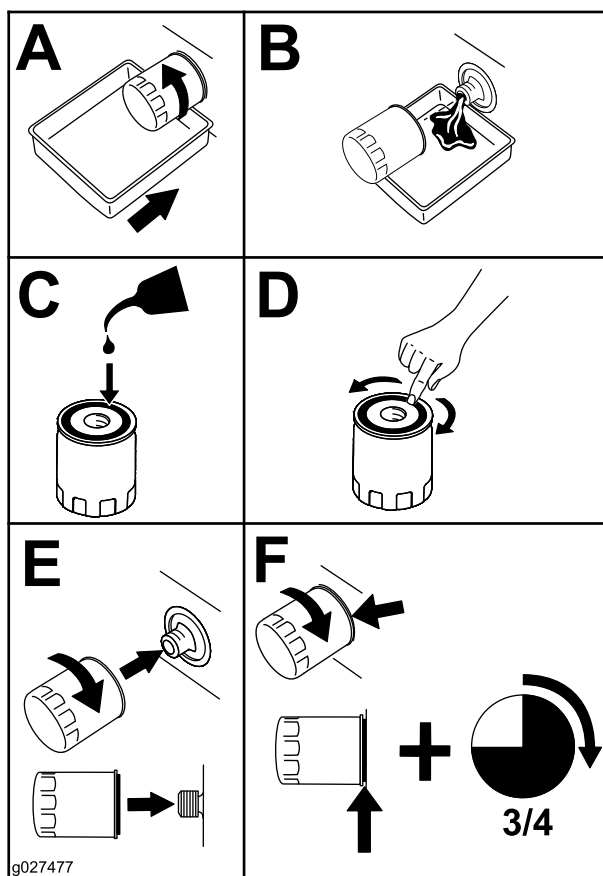

Figure 39
4. Remplacez le filtre à huile (Figure 39).